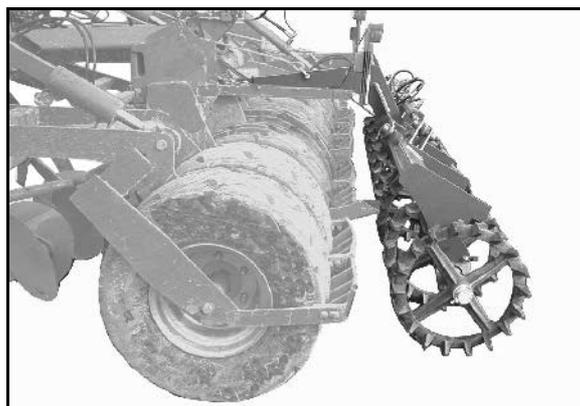

Fig. 41
- rodillos de fundición (Fig. 41) o